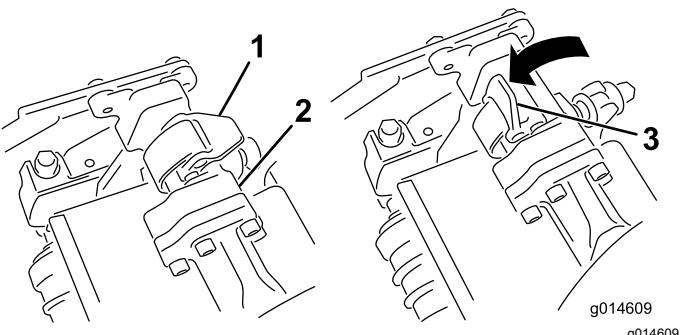

Bild 42
4. Die Riegel an der Aufhängearmstange müssen nach oben zeigen (d. h. offen) (Bild 42); drücken Sie den Aufhängearm dann so nach unten, dass die Stange über die Stange an der Oberseite der Schneideeinheit passt (Bild 43).
4. Drücken Sie die Riegel nach unten um die Schneideinheitstange herum und arretieren sie (Bild 42).
4. Öffnen Sie die Riegel an der Aufhängearmstange der Schneideeinheit, die Sie entfernen möchten (Bild 42).